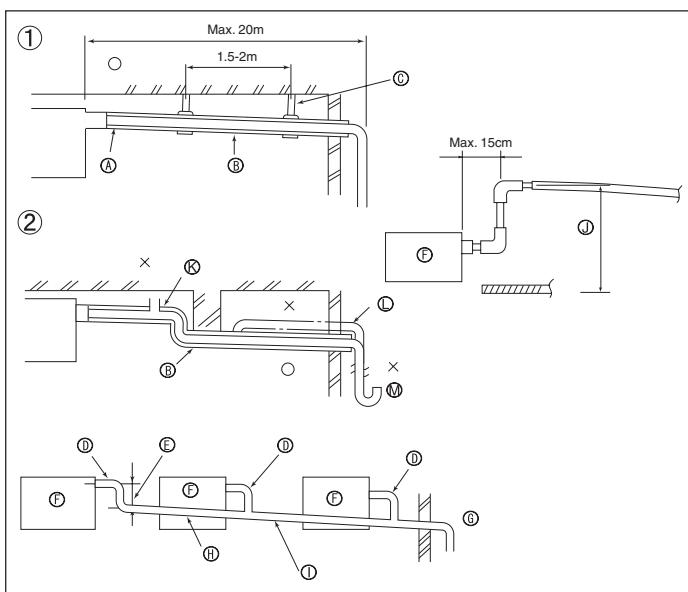

Fig. 5-1
5.1. Installatie van Draineerbuzen (Fig. 5-1)
① Juist aangelegde leidingen	② Onjuist aangelegde leidingen	③ Ophangbeugel
④ Max. 20m	⑤ 1.5-2m	⑥ Max. 15cm
⑦	⑧	⑨
⑩	⑪	⑫